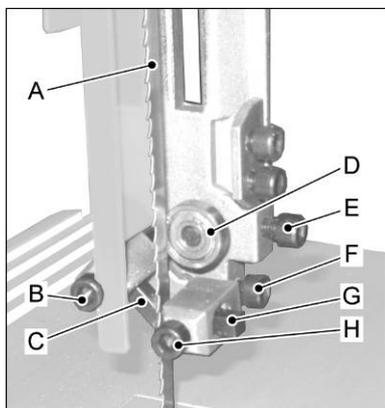

Fig 7
Régler le guidage complet en profondeur, de façon à ce que la distance entre la base des dents et les éléments de guidage (C, G Fig 7) soit de 2 mm env. et que le dos du rouleau (D) se trouve à 1 mm du ruban de scie (A).